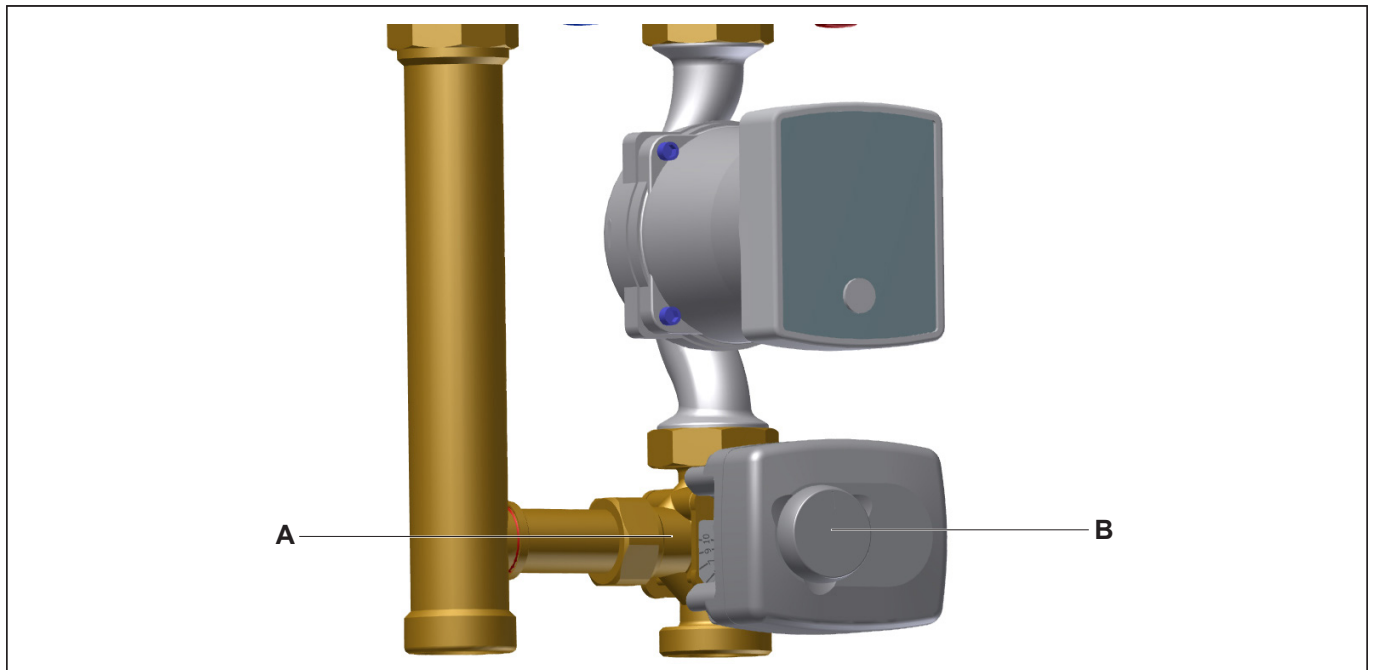

Fig. 8: Mélangeur à trois voies
- Monter le moteur du mélangeur (pos. B, Fig. 8 à la page 14).